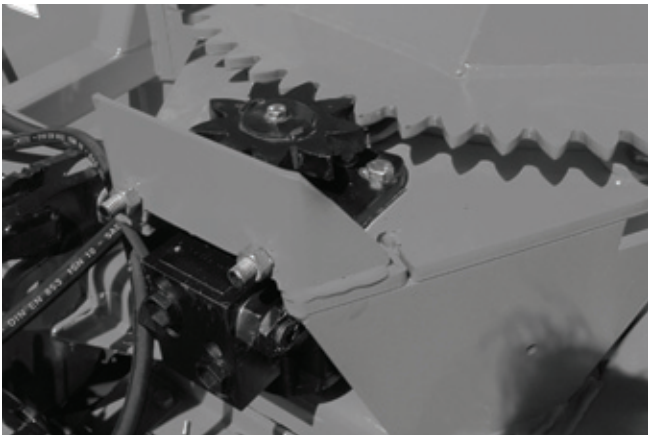

Figure 33
- 3) Installer le moteur et la roue d'engrenage à 9 dents. La roue d'engrenage à 9 dents est légèrement plus épaisse que l'autre. La placer de façon à ce que l'excédent d'épaisseur soit réparti également au-dessus et au-dessous de la roue d'engrenage à 55 dents (Fig. 33).